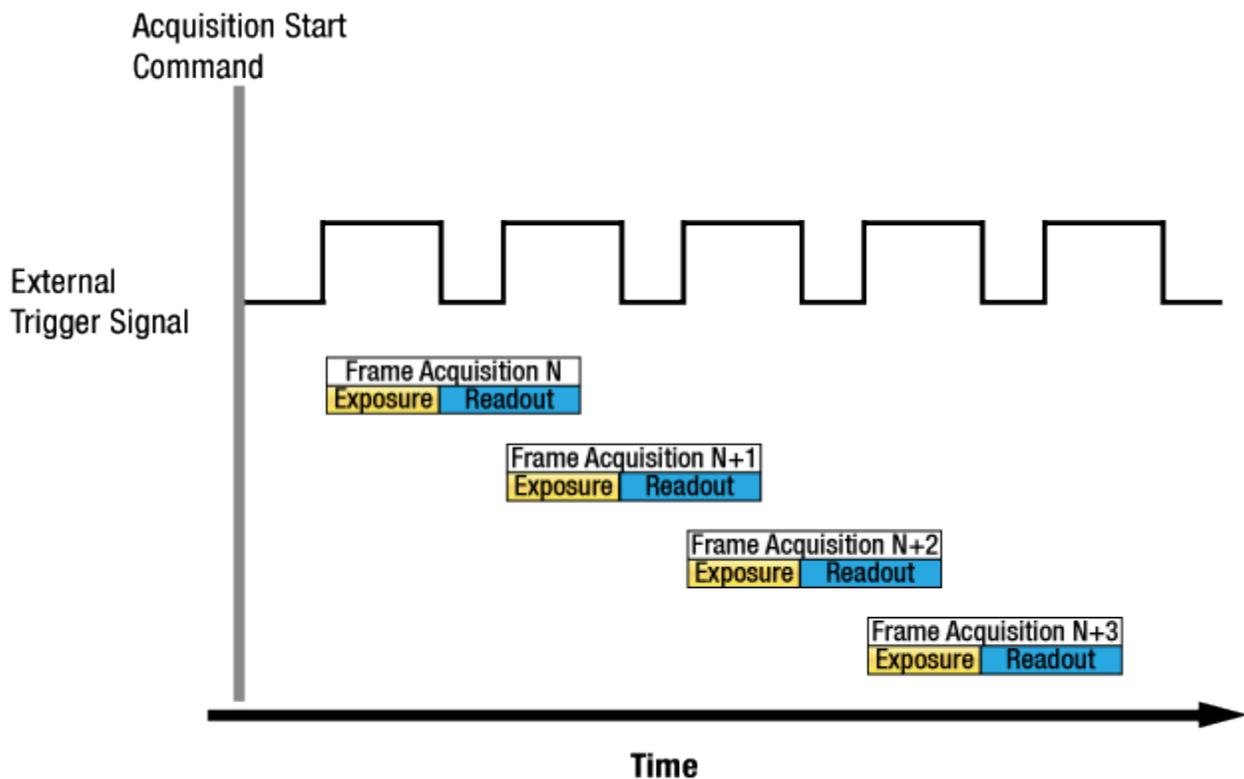

Figure 8.5 Overlapped Exposure and Readout
**Trigger Mode** 파라미터를 **On** 으로 설정하면 카메라는 이전 영상에 대한 센서 데이터를 readout 하는 동안 새로운 영상에 대한 노출을 시작합니다. Figure 8.5 에서는 **Trigger Source** 파라미터를 **LineIn0** 으로, **Exposure Mode** 파라미터는 **Trigger Width** 로 설정한 경우를 나타냅니다.